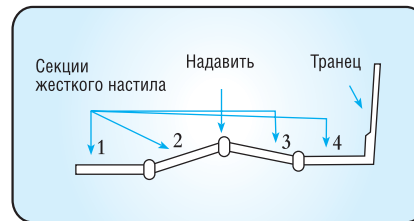

рис. 4
- Надавите на образованный угол до полной установки жесткого настила (рис. 4).